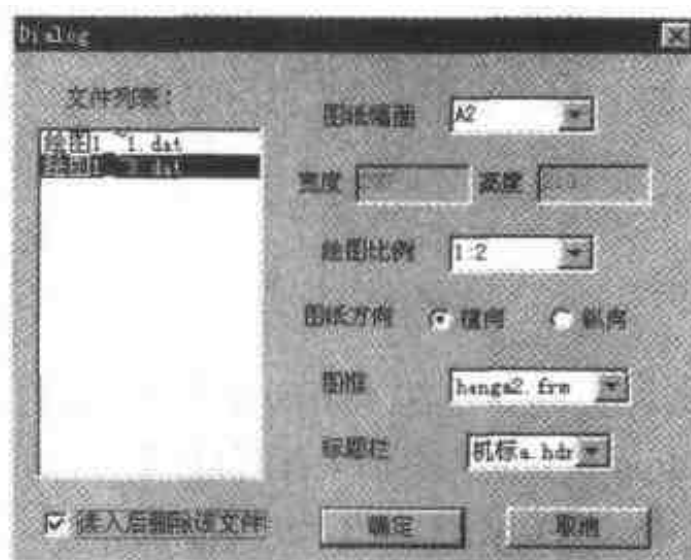
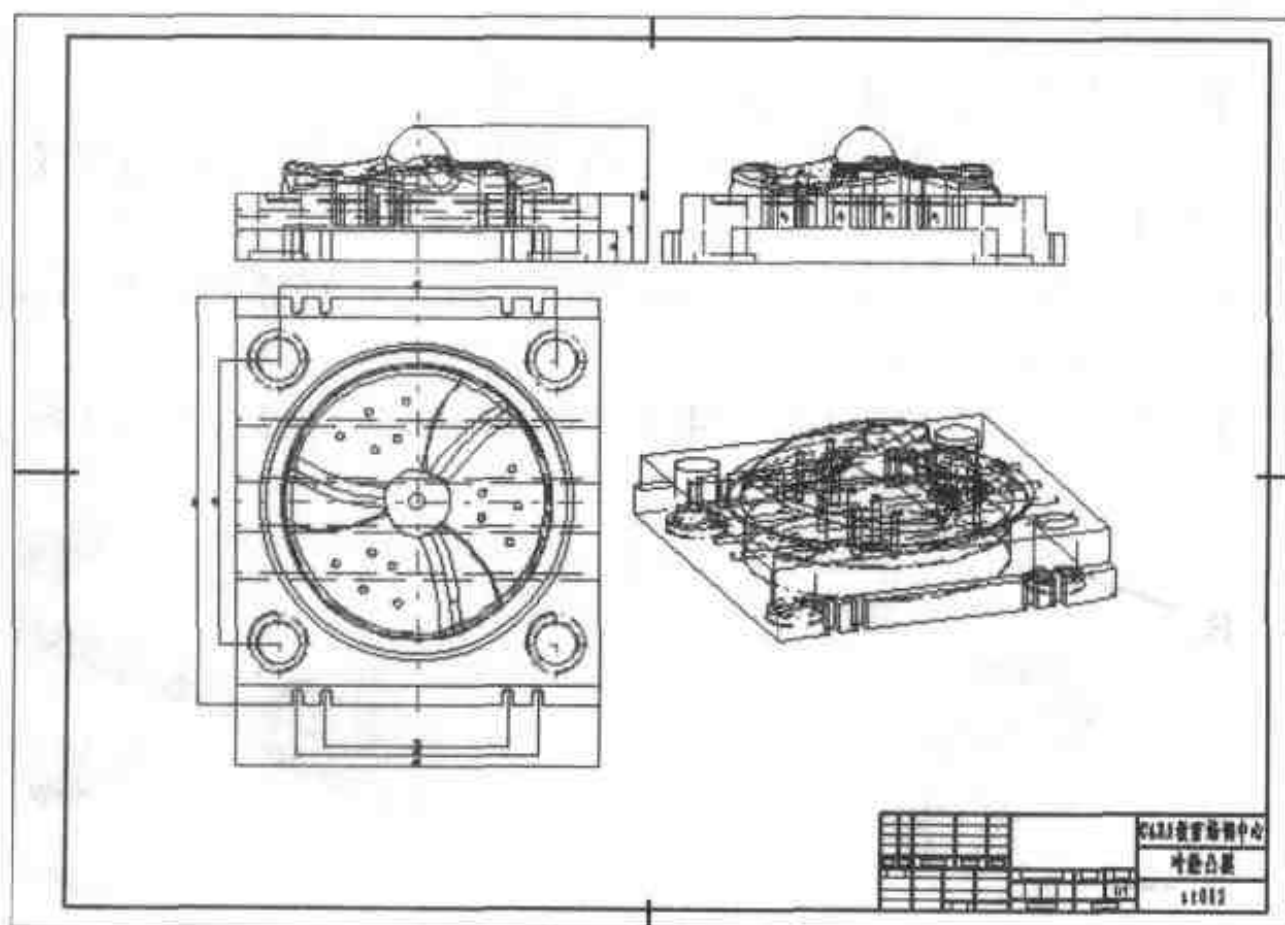

图 2.164 设置待生成图纸的规格
图 2.165 在电子图板环境中生成图纸(已做初步修改和标注)
- (3) 单击【输出布局图】按钮, 可以完成上面生成的布局图(视图)。
- (4) 打开电子图板后, 选择【文件】|【数据接口】|【接收布局图】命令, 系统弹出如图 2.164 所示的对话框, 选择所输出的文件名, 其他设置如图 2.164 所示, 可以在电子图板环境生成如图 2.165 所示的初步工程图纸。